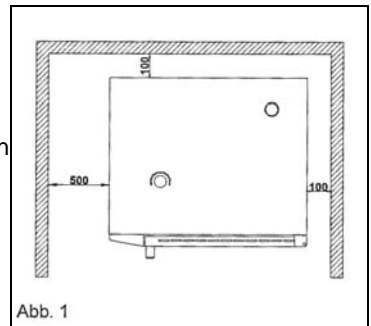

Abb. 1
- Plaats het apparaat niet dicht bij muren of andere voorwerpen die van brandbaar materiaal zijn gemaakt. Houd aan de achterkant, rechter zijkant en bovenkant minimaal 100 mm afstand tot muren of andere voorwerpen. Houd aan de linkerkant een afstand aan van 500 mm. (afb. 1).